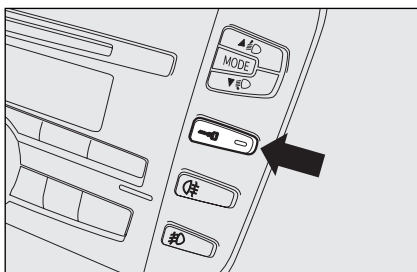

рис. 13
- ☐ кнопки запираения/отпирания дверей рис. 13, расположенной на панели приборов;